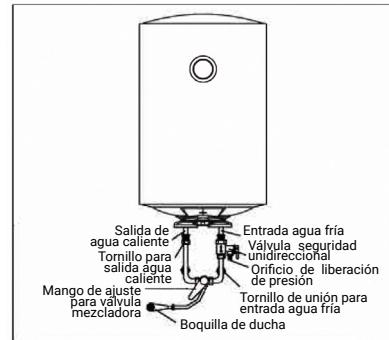

Fig. 3
- Con el fin de evitar fugas al conectar las tuberías, las juntas de sellado de goma provistas con el termo deben añadirse al final de los hilos (ver Fig. 3). Asegurar las juntas a prueba de fugas.